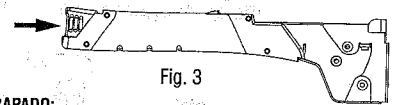

Fig. 3
3. Cierre la corredera como se muestra en la fig. 3 asegurándose de que el cerrojo trabé.